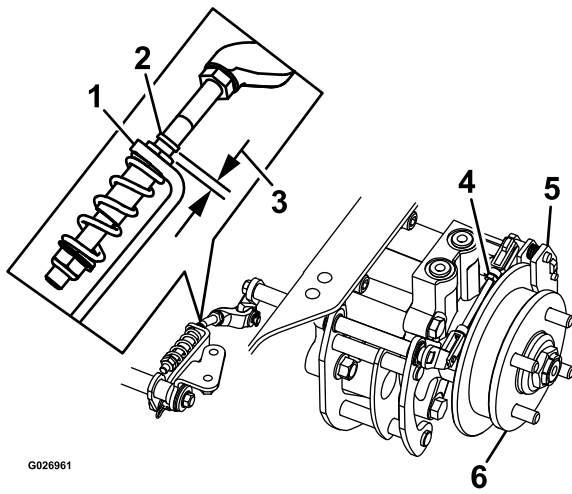

Figure 75
8. Vérifiez si un espace est visible entre le support en L et la butée de tringlerie (Figure 75).